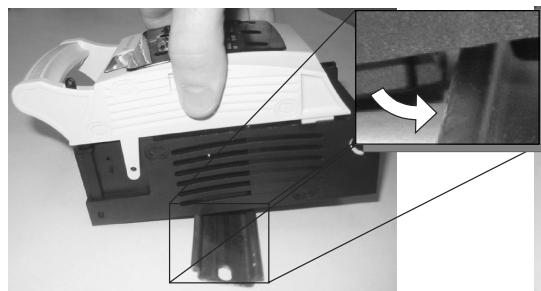

Figura 9
- Posicione el enganche superior de la base en la parte superior del riel DIN (Figura 9);